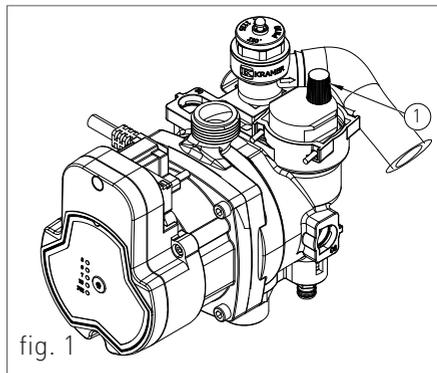

fig. 1
- > svitare il tappo da ½" situato nella parte inferiore del boiler (A- fig.1);
- > svitare il rubinetto di scarico dal boiler [A- fig.1] con una chiave da 21;
1. allentare leggermente il tappo della valvola jolly del circolatore (1-fig. 1) per permettere all'aria di fuoriuscire dall'impianto;